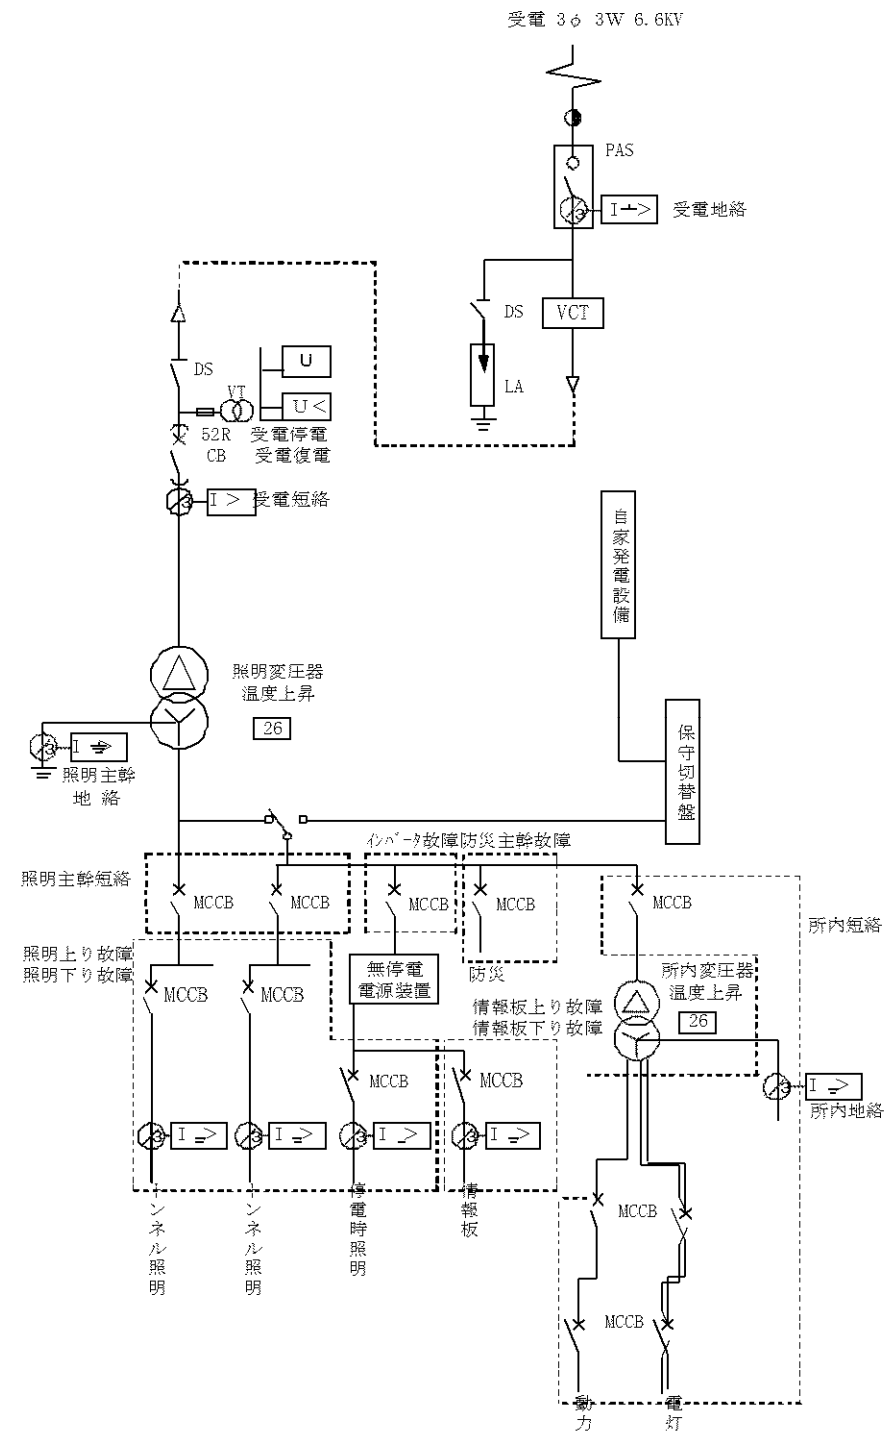

図2-4-7 故障接点のまとめ方
4) 電力系統の故障接点のまとめ方を図 2-4-7 に示す。